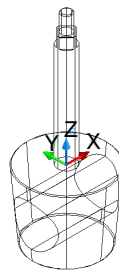

Рис. 11.47
2. За допомогою об'єктної прив'язки встановлюємо курсор у точці, вказаній на рис. 11.46. Створена ПСК показана на рис. 11.47.